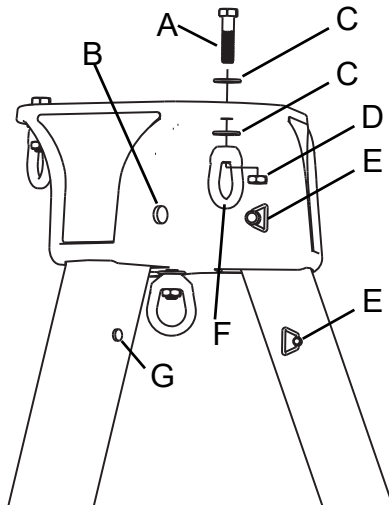

Fig. 10 Puntos de inspección
- (1) Revise que las etiquetas del trípode MSA estén presentes y resulten perfectamente legibles. Revise la cuadrícula de inspección formal para asegurarse de que se haya realizado una inspección formal en los últimos seis meses. Si en la cuadrícula no está indicado (mediante perforación) que se ha realizado una inspección formal en los últimos seis meses, o si las etiquetas no están completas o resultan ilegibles, ponga el trípode MSA fuera de servicio y márkelo como "INUTILIZABLE" hasta que supere una inspección formal a cargo de una persona competente.
- (2) Revise el ensamble de la cabeza para comprobar que no presente corrosión, grietas, deformación, fracturas, elementos incompletos o dañados, quemaduras o señales de exposición al calor o a sustancias químicas. Véase la Fig. 10.
- (3) Revise todas las partes metálicas (p. ej. cabeza, patas, pasadores de las patas, pasadores de enganche, pies) para comprobar que no presenten deformación, fracturas, grietas, corrosión, picaduras profundas, asperezas, bordes afilados, cortes, entalladuras profundas, partes incompletas o flojas o señales de funcionamiento incorrecto o de exposición a calor excesivo o a sustancias químicas.
- (4) Revise las partes no metálicas (p. ej. los pies antideslizantes, las etiquetas y la correa de la base de las patas) para comprobar que no presenten cortes, roturas, desgaste excesivo o partes incompletas o flojas (las etiquetas deben revisarse además conforme al Paso 1 indicado anteriormente). Revise también que no presenten quemaduras ni señales de exposición a calor excesivo o a sustancias químicas.